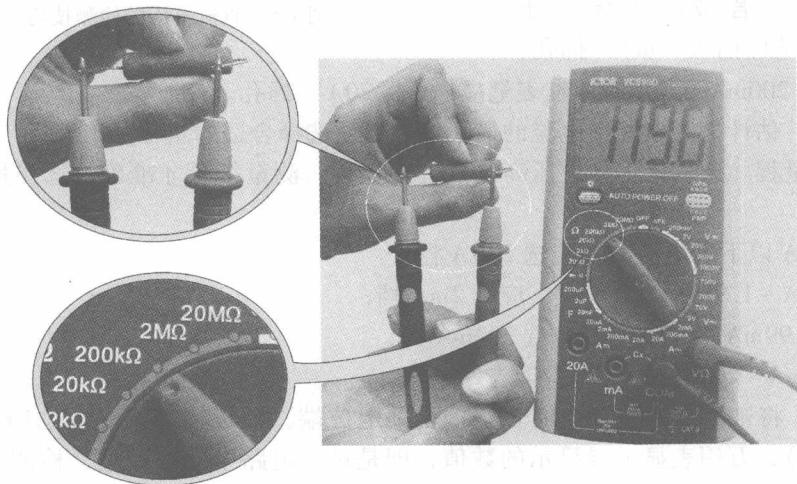

图 1-4 电阻的检测技巧
④ 测量。将黑、红表笔分别接在被测电阻两端(不分极性), 此时显示屏上即可显示被测电阻的阻值, 如档位为 $2k$, 测量方法如图 1-4 所示, 此时显示屏显示 119.6 , 表明被测电阻阻值为 $119.6 k\Omega$ 。注意: 若显示屏显示“1”, 表明断路(即电阻为无穷大); 若显示屏显示“0.00”, 表明短路(即电阻为零)。